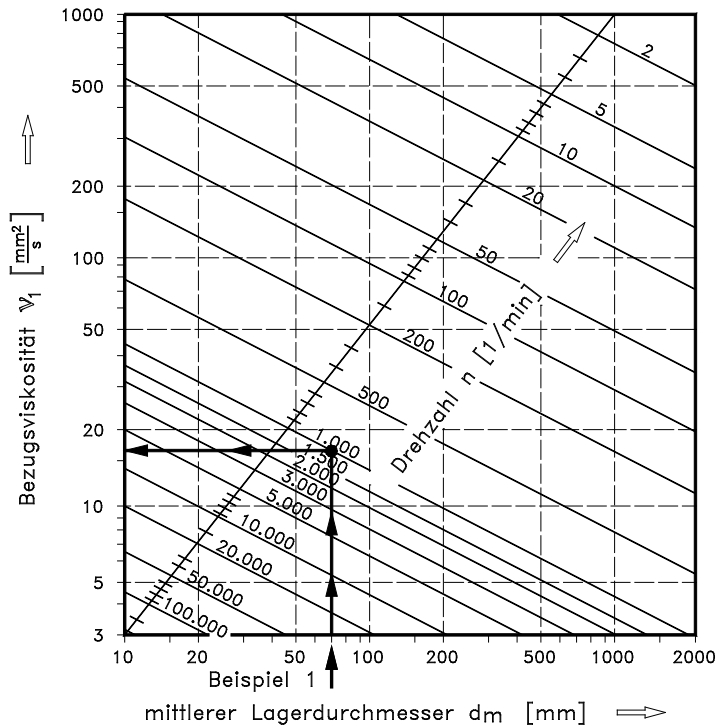

Abb. 6.9
**Schritt 2:** Im Diagramm (Abb. 6.9) (siehe Pfeil) geht man bei  $d_m = 70 \text{ mm}$  nach oben bis zum Schnittpunkt mit der gesuchten Drehzahl, im vorliegenden Beispiel bis zur Linie  $n = 1.000 \text{ min}^{-1}$ .